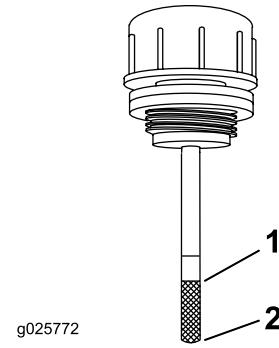

Figura 61
6. Limpie la zona alrededor de la varilla del depósito del sistema hidráulico (Figura 61).
7. Retire la varilla del depósito hidráulico (Figura 61).
9. Retire la varilla e inspeccione el extremo (Figura 61). Si el nivel de aceite está en la marca Añadir (Add), vierta lentamente en el depósito hidráulico sólo la cantidad de aceite necesaria para que el nivel llegue hasta la marca Lleno (Full).